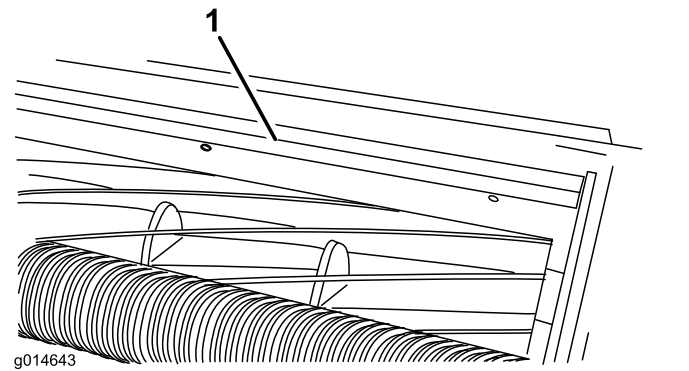

Figura 17
1. Allentate i bulloni che fissano la barra superiore (Figura 17) all'apparato di taglio.